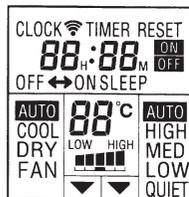

Fig. 8
- ㉚ Pantalla del mando a distancia (Fig. 8)